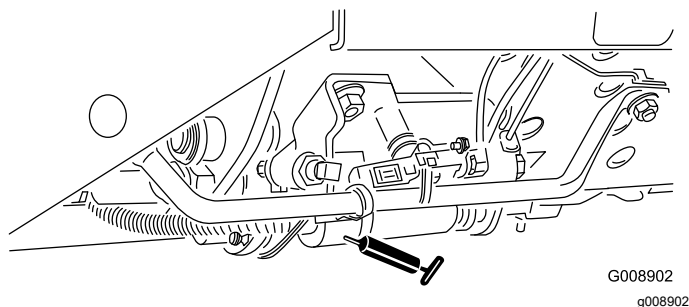

Figura 61
- Slitta di tosatura/trasporto (Figura 61)